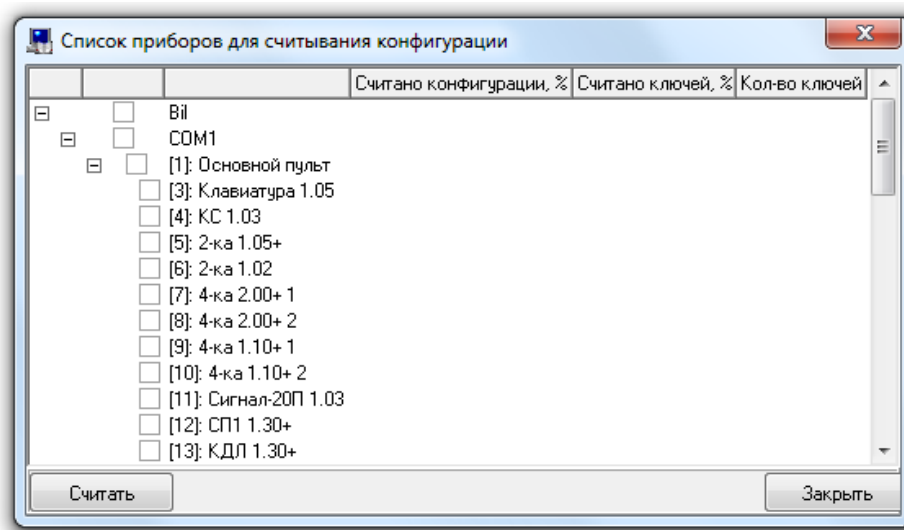

Рисунок 6-845 Диалоговое окно "Список приборов для считывания конфигурации"
- 1) При помощи меню «Сервис»/ «Считать конфигурацию из приборов» вызвать диалоговое окно «Список приборов для считывания конфигурации» (см. Рисунок 6-845). Перед открытием